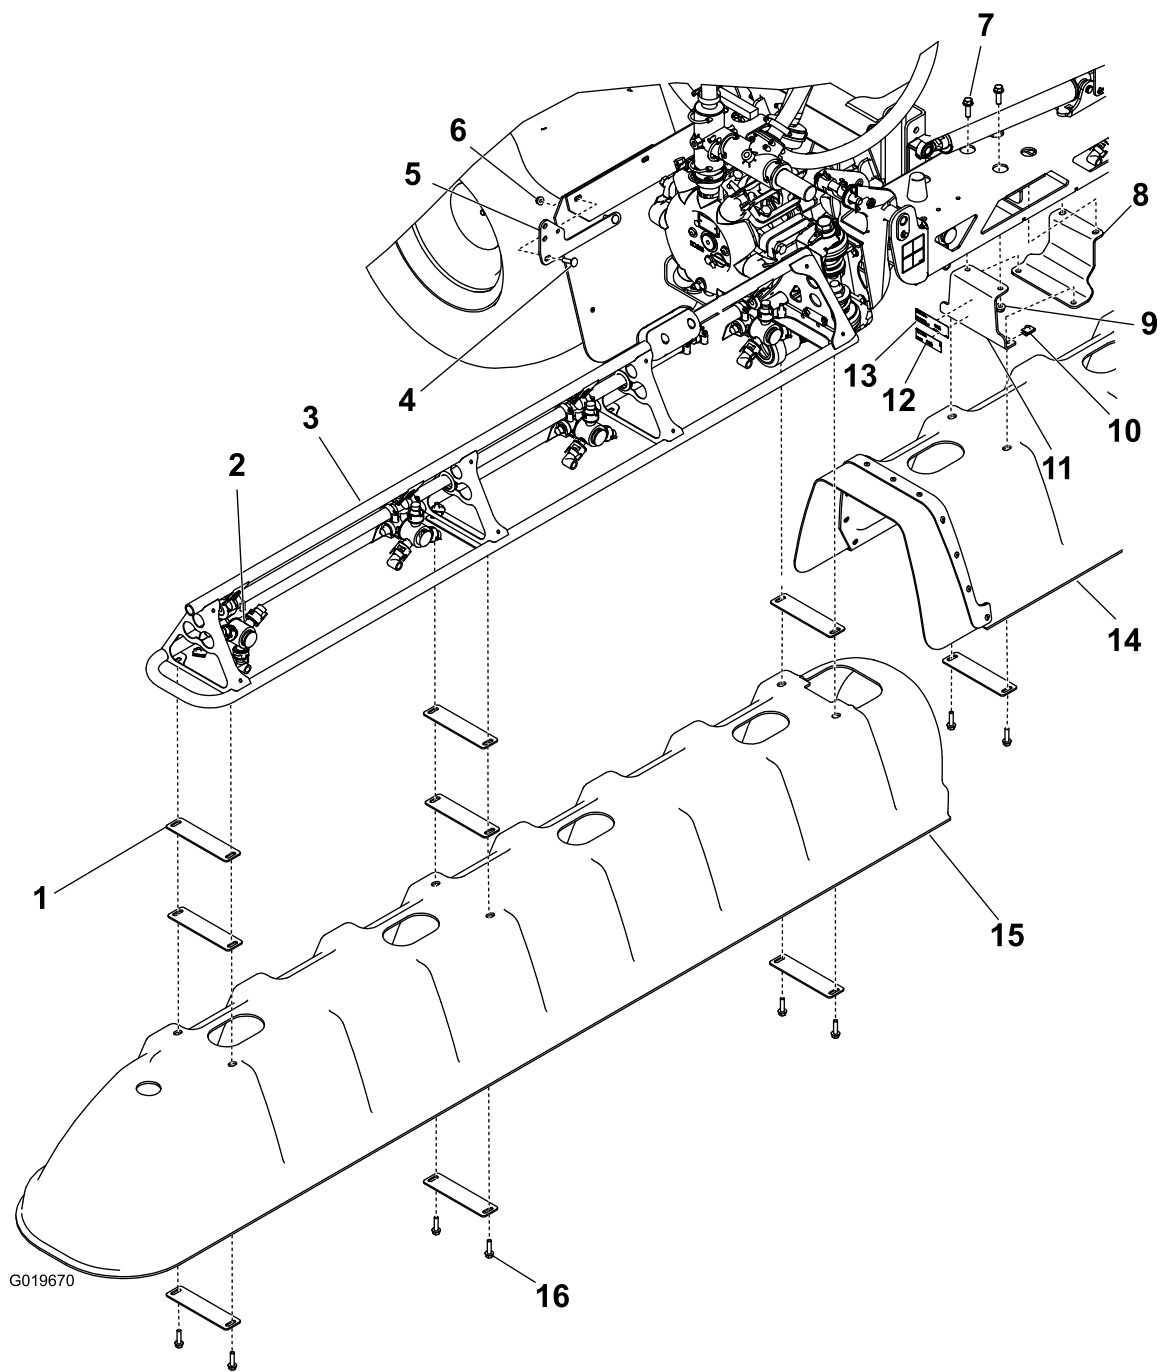

图2
将型号/序列号标贴和合规标贴贴在其中一个中央喷洒臂支架上、如 图2 所示。
1. 如 图2 所示，用 2 个六角头螺栓（3/8 x 1-1/4 英寸）和 2 个凸缘螺母（3/8 英寸）将 2 个中央支架及喷洒臂安装板逐个安装到中央喷洒臂上。
2. 如 图2 所示，用 4 个 U 形螺母、2 个垫片和 4 个六角头螺栓（5/16 x 1-1/4 英寸）将中央护罩组件安装到中央喷洒臂支架上。
2. 用 8 个垫片、6 个六角头螺栓（5/16 x 1-1/4 英寸）和 6 个 U 形螺母安装其中一个侧翼喷洒臂护罩（图2）。
1. 如 图2 所示，用 2 个车身螺丝和 2 个凸缘螺母（5/16 英寸）将排水阀安装支架安装在打药车上。
2. 从当前位置拆下排水阀、用现有的保险销和系索将其固定在安装支架（图2）上。